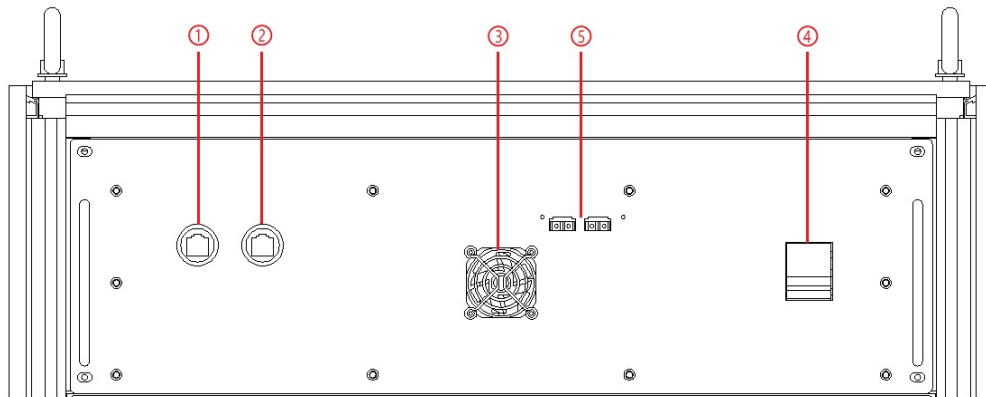

图 3-2 控制模块
交流输入侧通电后，打开设备柜门，闭合控制模块的电源开关（图 3-2④），给设备控制模块供电。